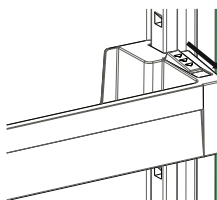

Fig.1
**Pour changer la position du balconnet AdaptiLift,** tenez-le par le bas et tirez les boutons situés du côté balconnet dans le sens de la flèche (Fig. 1)